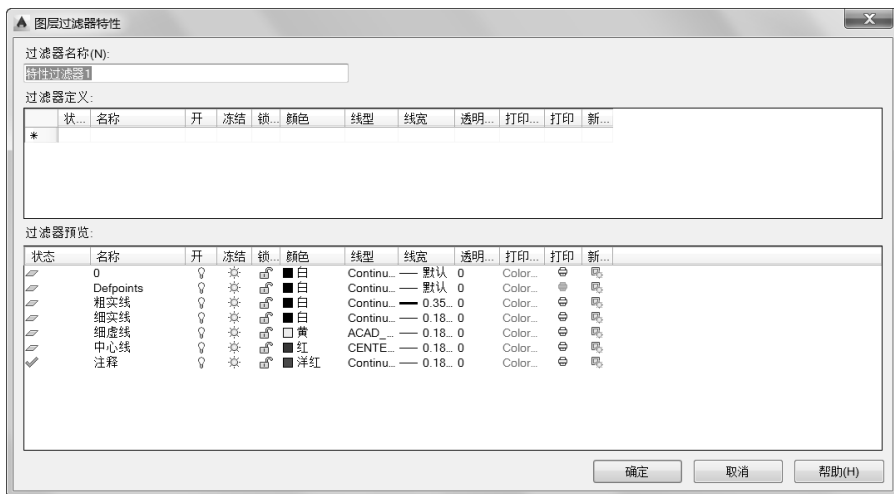

图 4-2 “图层过滤器特性”对话框
- 3) “新建特性过滤器”按钮：单击此按钮，将弹出图 4-2 所示的“图层过滤器特性”对话框，从中可以根据图层设置和特性创建图层过滤器。